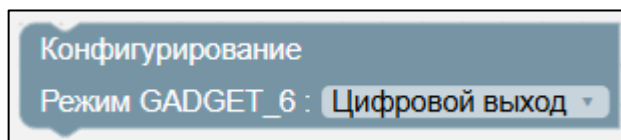

Рисунок II-39 – Блок «Конфигурирование. Режим GADGET_6»
1. Блок «Конфигурирование. Режим GADGET_6» (см. Рисунок II-39).